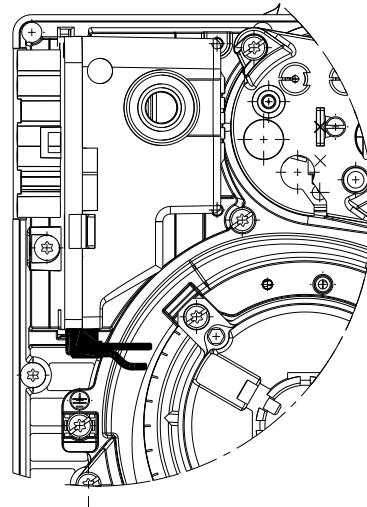

Fig. 20
- Die korrekte Einschaltung der Steckverbinder anhand der Symbole auf der Unterseite der Flammenüberwachungseinrichtung überprüfen: Sich vergewissern, dass die Steckverbinder vollständig eingesteckt sind, indem Sie sie bis zum Anschlag einschieben, jeder in seiner eigenen Position. Alle Steckverbinder müssen mit den Anschlusskabeln zur Innenseite des Brenners gerichtet sein (siehe Fig. 20).